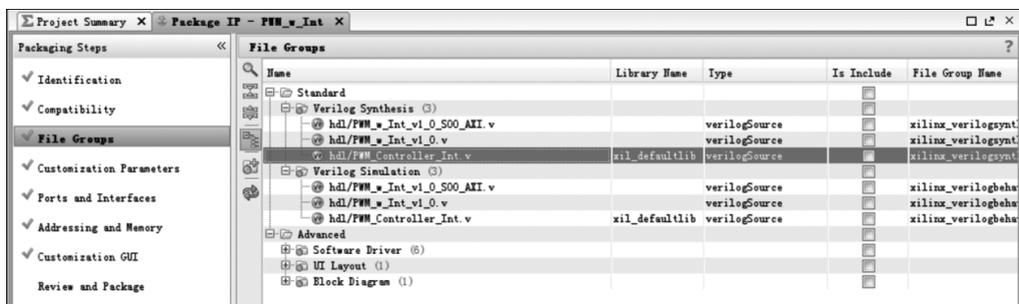

图 3-12 PWM\_Controller\_Int.v 文件已正确添加到 File Groups 中
(7) 在 Package IP 界面左侧找到 File Groups 选项。如果 File Groups 选项的图标上不是绿色的钩,则在右侧选择 Merge changes from File Groups Wizard,然后检查 PWM\_Controller\_Int.v 文件是否已经加入 File Groups 中。如果选择 Merge changes from File Groups Wizard 后 PWM\_Controller\_Int.v 文件没有自动加入,则需手工添加该文件。
(8) PWM\_Controller\_Int.v 文件添加成功后的 File Groups 窗口如图 3-12 所示。如果添加的 PWM\_Controller\_Int.v 文件不是如图 3-12 所示的相对路径,而是绝对路径,则需要手工删除该文件,然后重新添加该文件。